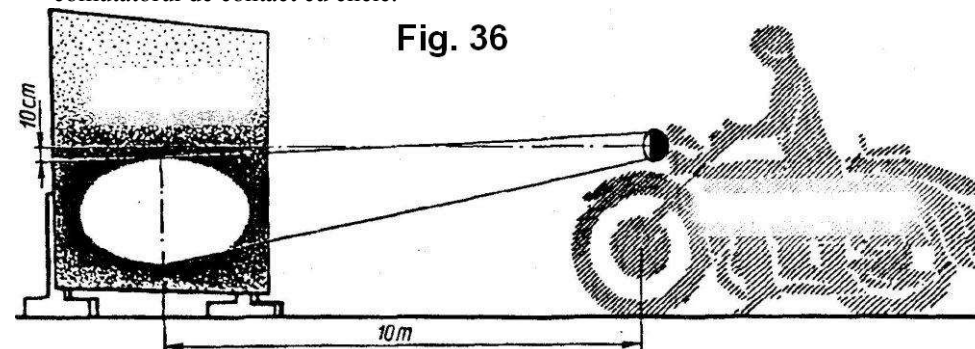

Fig. 36
- motocicleta se plaseaza pe un loc drept in fata unui zid la distanta de 10m (fig.36);